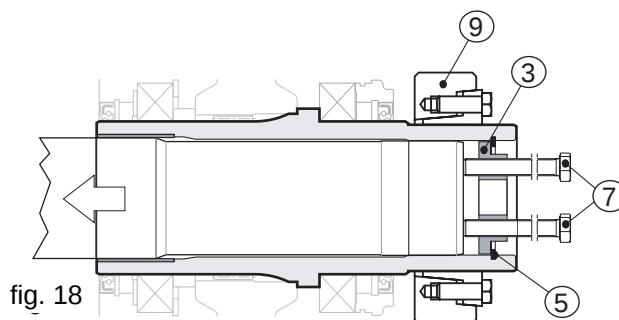

fig. 18
Retourner le fond (pos. 3) le réintroduire dans son logement sur l'arbre femelle, et le bloquer en installant le seeger (pos. 5). Insérer dans les deux orifices filetés présents sur le fond (pos. 3) 2 vis (pos. 7), visser jusqu'à les appuyer à l'arbre de la machine (pos. 1), continuer à visser de façon alternée, en faisant au maximum un tour à la fois (voir fig. 18).